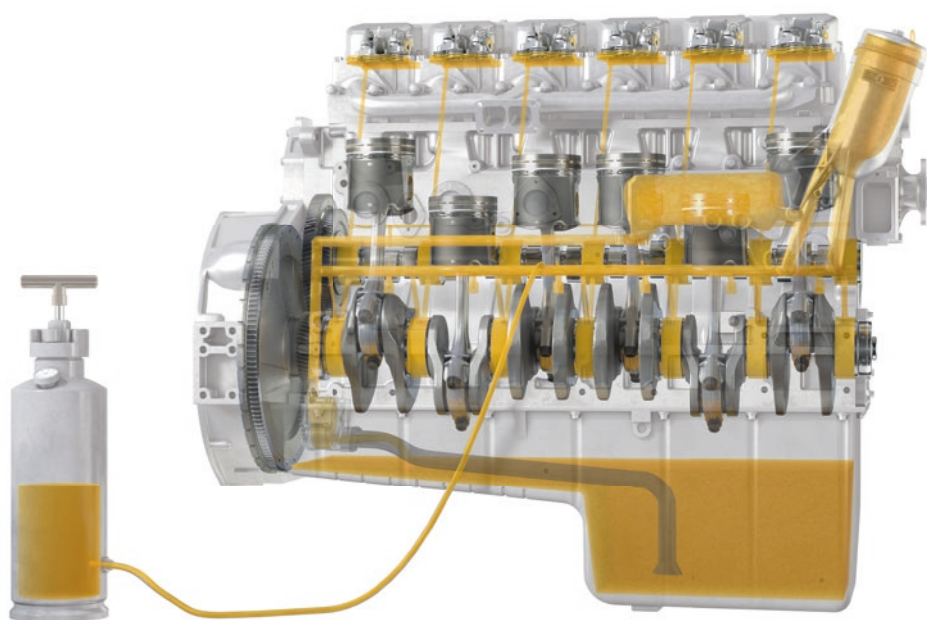

图 1:
1. 借助压力罐把发动机规定用油经油压系统的螺栓接头泵送至发动机 (图 1 与图 2)。由发动机制造商指定的油道螺丝堵或机油压力开关接口均可作为 连接点。